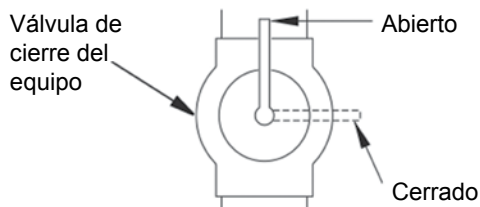

Fig. 16 - Válvula de cierre del equipo
1. Cierre la válvula de cierre del equipo (Ver Fig. 16).
1. Abra la válvula de cierre del equipo (Ver Fig. 16).